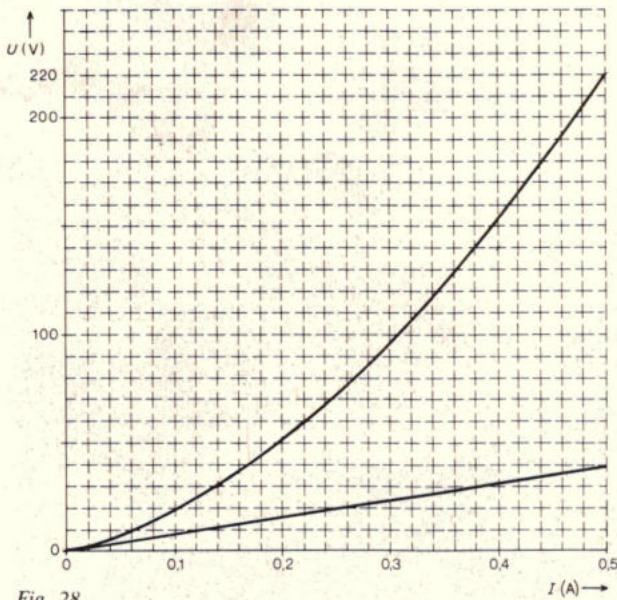

Fig. 28.
1. De grafiek van fig. 28 geeft de U-I karakteristiek weer van een 220 V gloeilamp.
a) De weerstand van de lamp bij 220 V kan uit de grafiek van fig. 28 worden bepaald: $R_{220} = 220 \text{ V} / 0,5 \text{ A} = 440 \Omega$. Het opgenomen vermogen hierbij is $220 \text{ V} \cdot 0,5 \text{ A} = 110 \text{ W}$
We vinden dan $R = 40 \text{ V} / 0,5 \text{ A} = 80 \Omega$ (de rechte lijn in fig. 28).